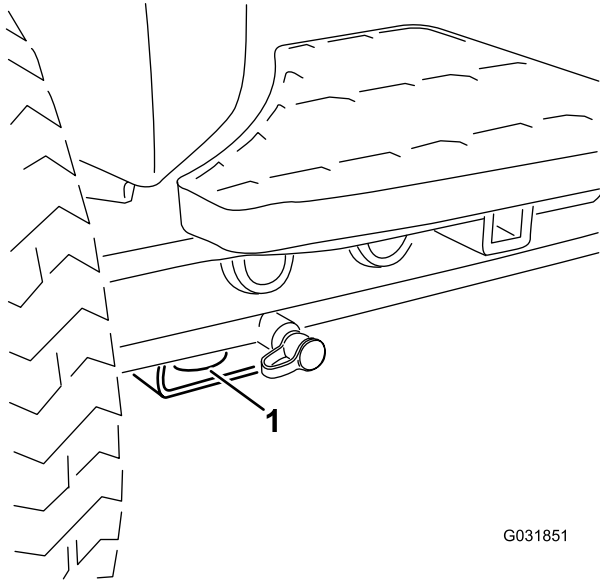

图41
- 前部——矩形垫片上的孔，位于每个前轮胎的轴管下（图41）。